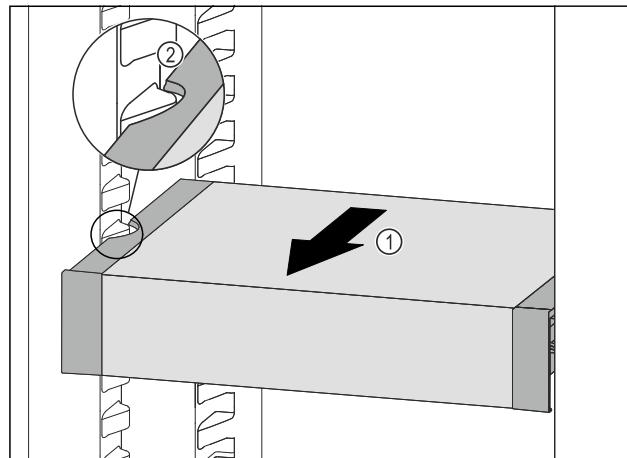

Fig. 138
- VarioSafe tiahajte dopredu Fig. 138 (1), kým sa bočné vybrania VarioSafe nebudú nachádzať vo výške rebra nádoby v chladničke. Fig. 138 (2)